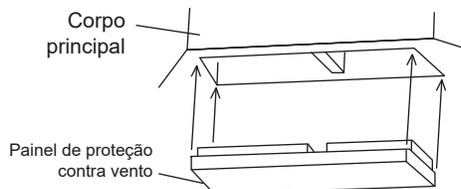
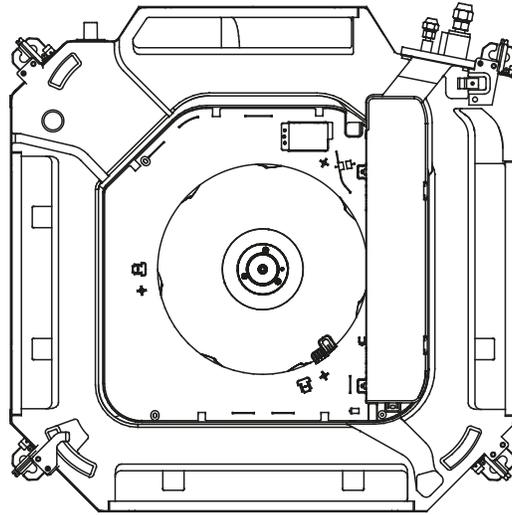
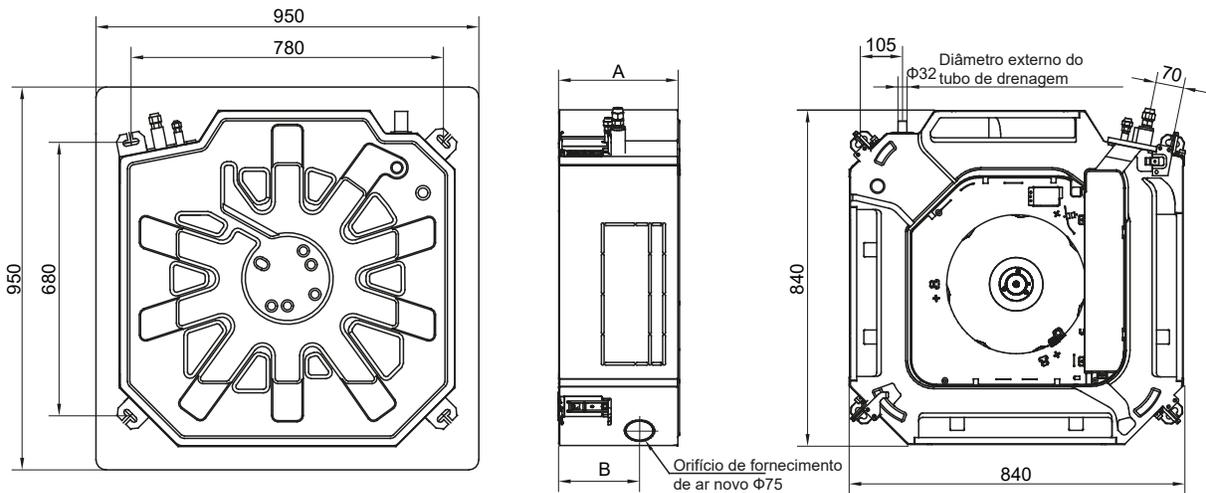

Fig. 4-4
Fig. 4-6
Fig. 4-7
1. Faça um orifício quadrado de 910 x 910 mm no teto, conforme o formato do quadro do gabarito de instalação. (consulte a Fig. 4-4, a Fig. 4-6 e a Fig. 4-7.)
- Antes de instalar a unidade interna, remova o amortecedor entre o ventilador e a boca alargada. Caso contrário, o motor do ventilador pode sofrer danos durante o funcionamento (consulte a Fig. 4-6).